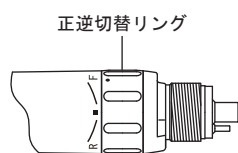

図 3
- 1) 正回転させる時は、正逆切替リングをF側へ回します。（図3）